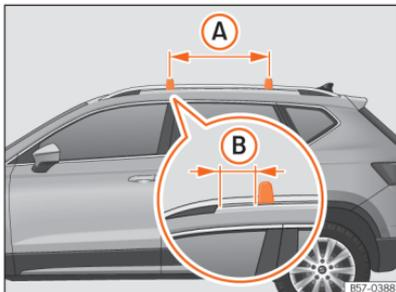

Fig. 182 Pontos de fixação das barras longitudinais para o porta-bagagens de tejadilho.
As barras transversais montam-se nas barras laterais do tejadilho. A distância entre barras transversais >>> Fig. 182 (A) deverá ser entre 70 e 90 cm e a distância das barras transversais com os suportes das barras laterais do teto (B) deverá ser de 15 cm.